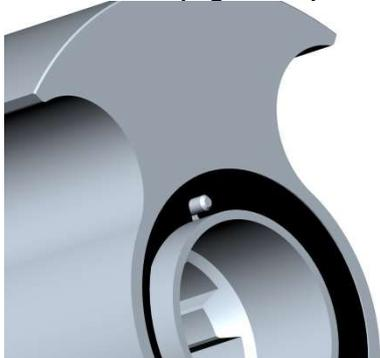

Figure 25 – Aligner la coupelle en caoutchouc en L avec l'ergot d'entraînement du rotor
- Pour installer le siège du joint sur le rotor (56), insérer d'abord la coupelle en caoutchouc en L (83) dans le rotor (NE PAS LUBRIFIER), aligner avec l'ergot d'entraînement. (Figure 25).